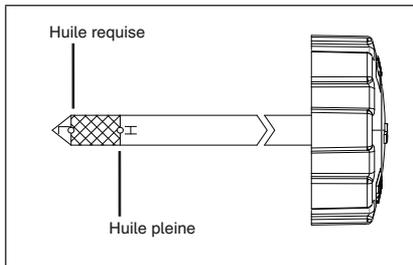

Figure 14
4. Si le niveau d'huile est proche ou inférieur au repère inférieur de la jauge, retirez le bouchon d'huile/la jauge et remplissez avec l'huile recommandée jusqu'au repère supérieur. Ne remplissez pas trop le réservoir. (Fig. 14)